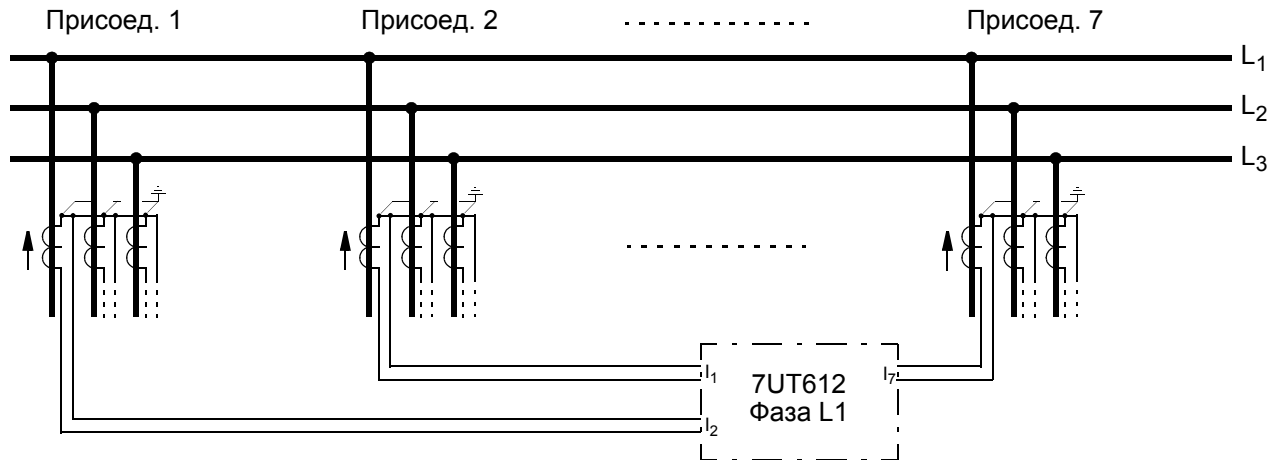

Рисунок 2-28 Однофазная защита шин, пример для фазы L1
1. Для каждой фазы используется одно устройство 7UT612 (Рис. 2-28). Каждая из фаз всех фидеров шин подводится к своему, установленному на фазе устройству.